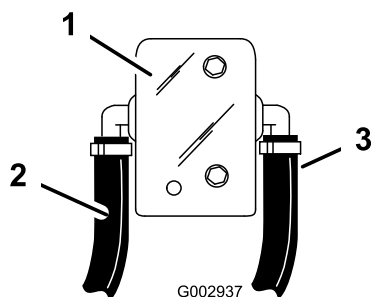

Figura 37
15. Ligue a extremidade de um tubo curto de 1/2 polegada ao bocal aberto do T S53 que instalou no tubo de agitação, e encaminhe-o para o dentado de 1/2 polegada traseiro existente no conjunto da válvula de esfera pequena (Figura 37).
18. Ligue a extremidade de um tubo curto de 13 mm ao bocal aberto do T S53 que instalou no tubo de derivação, e encaminhe-o para o dentado de 13 mm dianteiro existente no conjunto da válvula de esfera pequena (Figura 37).